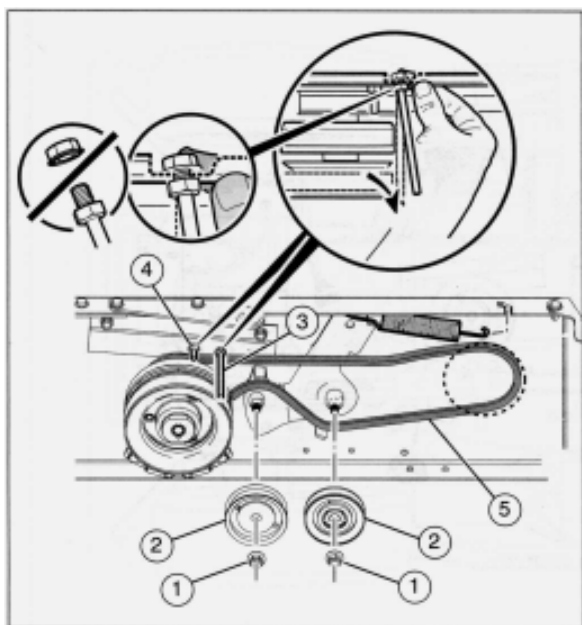

Рис. 32
3. Отверните гайки (1) и снимите натяжные шкивы (см. рис. 32).
5. Снимите ремень (5).